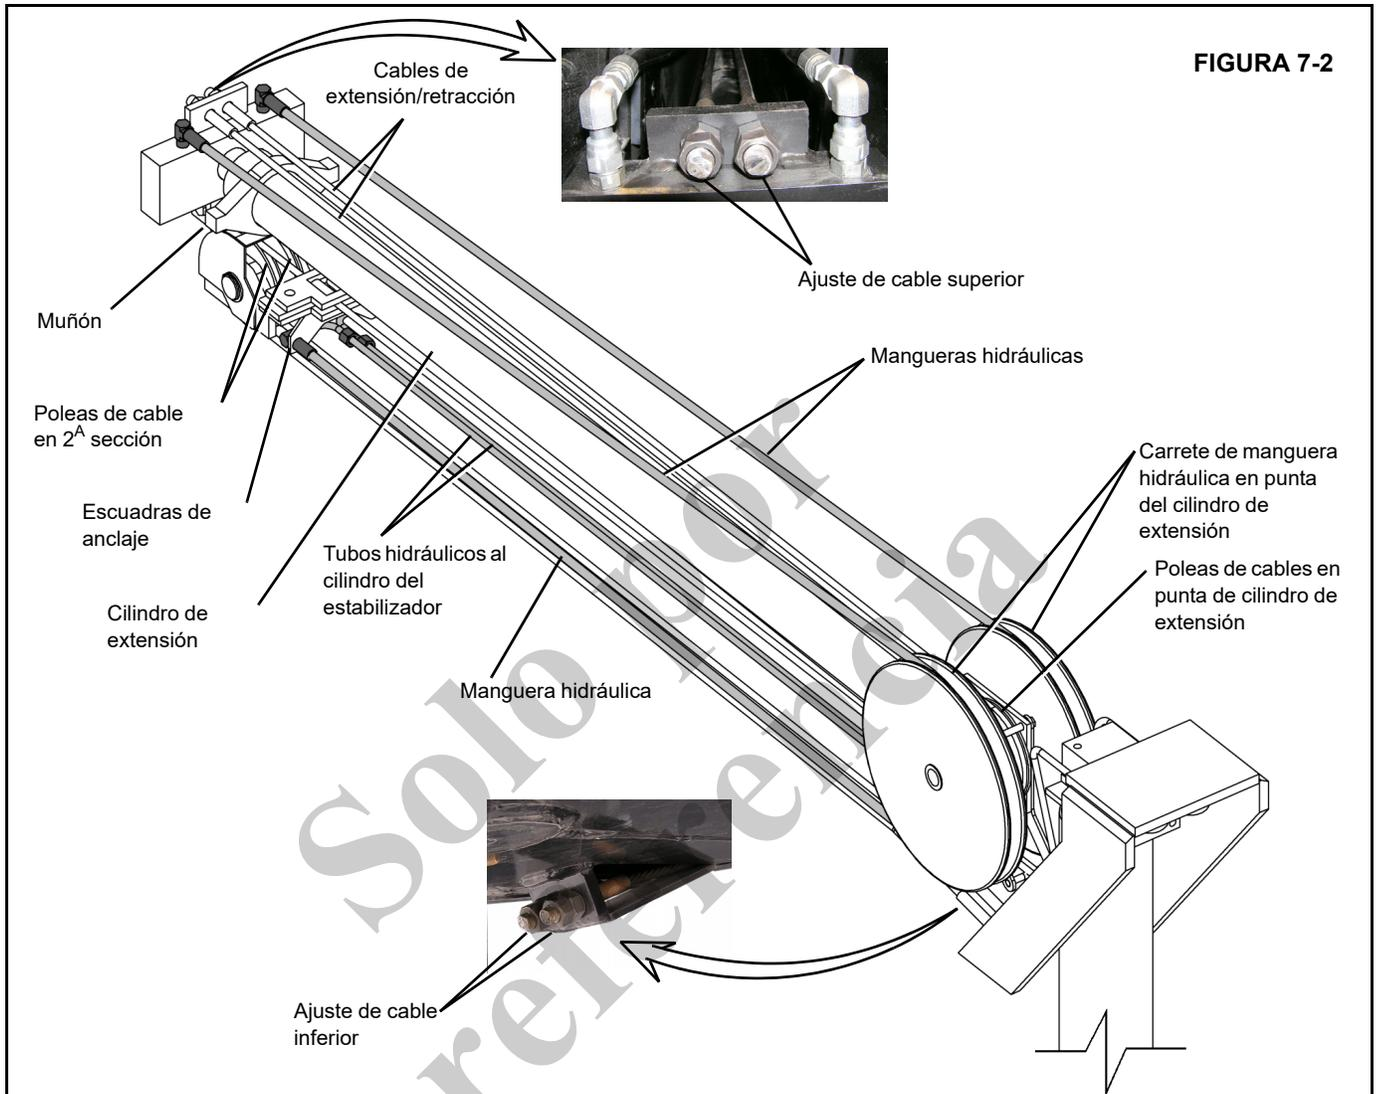

FIGURA 7-2
11. Levante el muñón del cilindro de extensión para sacarlo de las cavidades de anclaje de la viga de la 1^A sección (Figura 7-2).
13. Desconecte las mangueras hidráulicas internas de las escuadras de anclaje en la parte trasera de la 2^A sección (Figura 7-2).